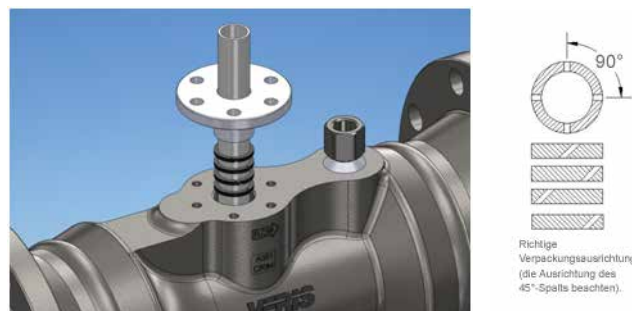

Abbildung 4. Einbau der Packungsringe
Setzen Sie ein Rohrstück als Platzhalter (nicht mitgeliefert) bzw. den Accelabar®-Sensor in die untere Bohrung des Accelabar®-Gehäuses ein. Benutzen Sie für -05-Sensoren ein Rohr mit 0,75 Zoll AD und für -10-Sensoren ein Rohr mit 1,00 Zoll AD. (Siehe Abbildung 4).
- Wiederholen Sie die Schritte für die drei anderen Packungsringe. Stellen Sie dabei sicher, dass die Spalte der Packungsringe jeweils um 90° versetzt sind (siehe Abbildung 4).